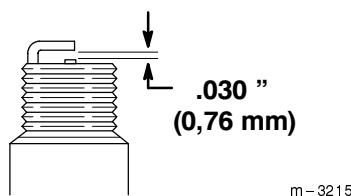

Figure 14
6. Réglez l'écartement des électrodes de la bougie neuve à 0,76 mm (Fig. 14).